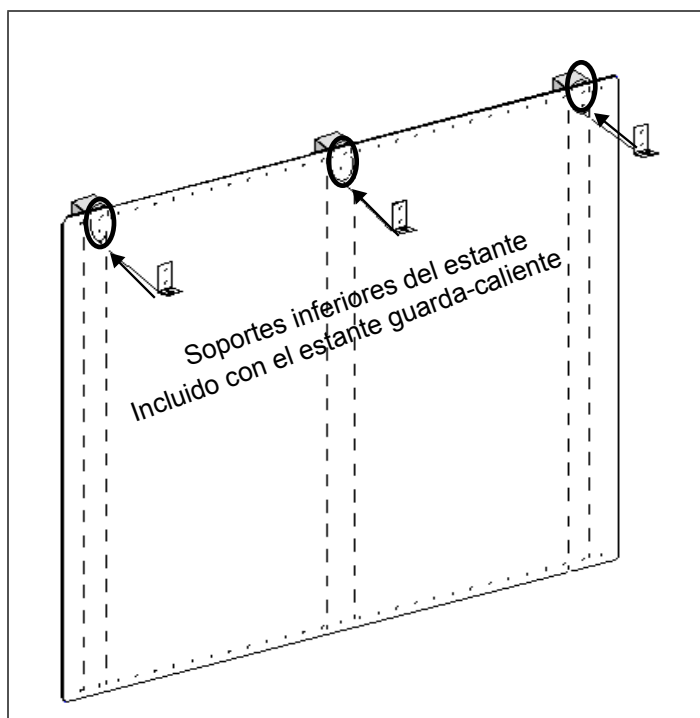

Figura 15: Consola trasera de protección con estante guarda-caliente
3. En el lugar indicado en la Figura 15, fije los soportes inferiores proporcionados con el estante guarda-caliente a través de la consola trasera de protección en los travesaños de pared.